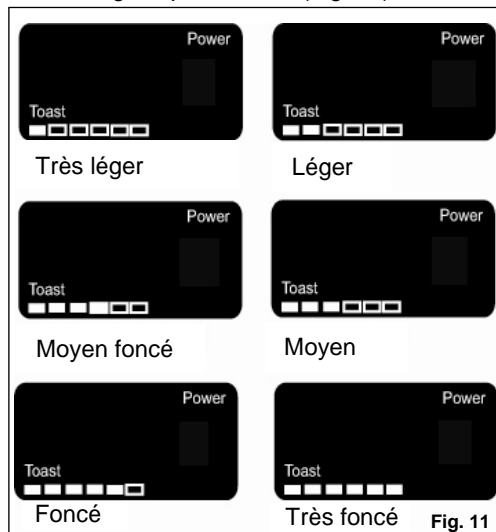

Fig. 11
4. Appuyez sur le bouton Augmentation /Diminution pour sélectionner le degré de grille-pain. De petits carrés représentent la couleur de grille-pain - pâle à foncé. La valeur par défaut est de trois (3) carrés, la couleur medium. Appuyez sur le bouton Augmentation /Diminution pour sélectionner le degré de grille-pain désiré. (Fig. 11)